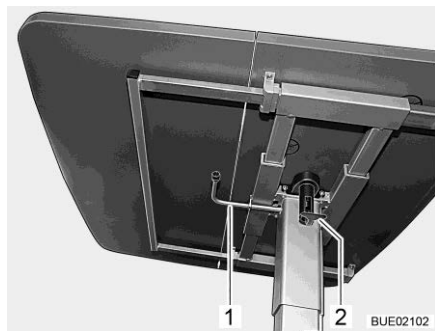

Fig. 129 Table à hauteur réglable
- Rabattre le levier de verrouillage (Fig. 129,2) vers le bas.
- Faire pivoter le levier (Fig. 129,1) sous le plateau de table à 180° dans le sens des aiguilles d'une montre. Le mécanisme de réglage de hauteur se trouvant dans le pied de table est déverrouillé.
- Faire pivoter le levier (Fig. 129,1) sous le plateau de table à 180° dans le sens des aiguilles d'une montre. Le plateau de table s'élève alors automatiquement jusqu'à la butée de fin de course.